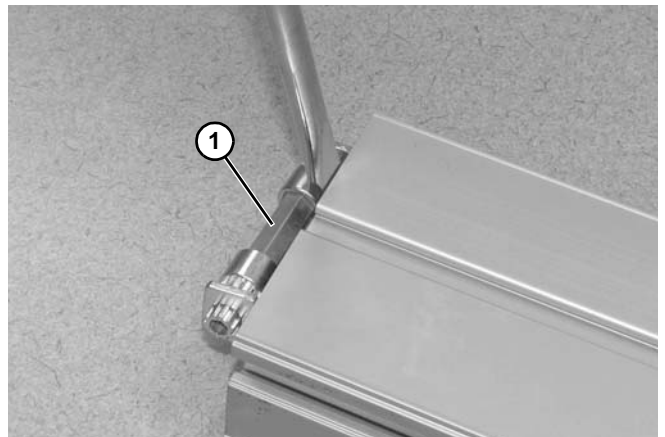

Figura 98
3. Extraiga el conjunto del piñón (**Figura 98, artículo 1**) del armazón del transportador alternando los lados.